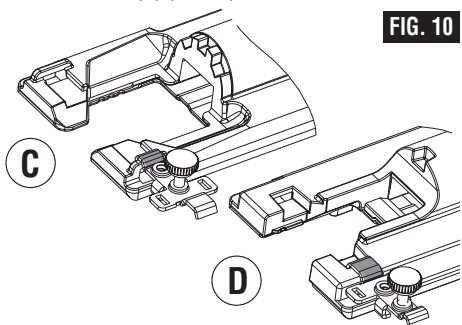

FIG. 10
Une extrémité de la bride de fixation est utilisée pour attacher la barre du guide aux scies sauteuses qui ont des sommets étroits sur leurs fentes de montage de la plaque d'assise (C) et l'autre extrémité est utilisée pour attacher la barre du guide aux scies sauteuses qui ont des sommets larges sur leurs fentes de montage de la plaque d'assise (D) (Fig. 10).